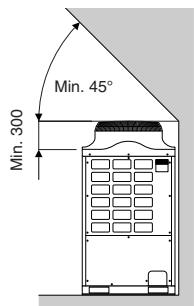

Fig. 2-4
(2) Ostacoli superiori (Fig. 2-4)